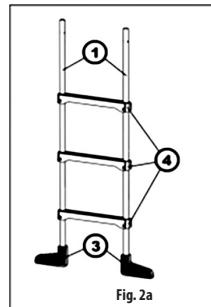

Fig. 2a
Все пластиковые ступени лестницы (4) надвиньте на обе пары ножек (Рис. 2a); следите за тем, чтобы была сохранена одинаковая ориентация всех ступеней. Ступени на ножках подвиньте так, чтобы отверстия для болтов совпадали с отверстиями в ножках. В паз внизу лестницы вставьте гайку (7) (Рис. 2b) и зафиксируйте ступеньку (6) (Рис 2c).
Tutti i gradini in plastica (4) devono essere applicati su entrambi i montanti tubolari (**Fig. 2a**) esercitando un po' di forza e mantenendo sempre la stessa direzione di tutti i gradini. Spostare i gradini lungo i montanti tubolari per trovare la posizione giusta per i fori dei gradini che devono combaciare con i fori dei montanti. Inserire il dado (7) (**Fig. 2b**) nella scanalatura praticata sul lato inferiore del gradino e fissare il gradino (6) (**Fig. 2c**).